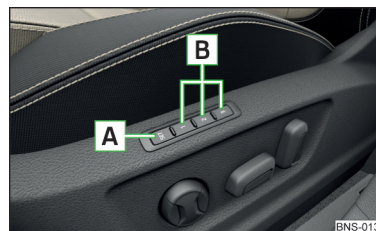

Fig. 85
Pe butoanele de memorare **B** de la scaunul șoferului, resp. scaunul pasagerului față se poate memora reglajul scaunului șoferului și poziția oglinzilor retrovizoare exterioare » fig. 85.
- ▶ Apăsăți butonul SET **A** » fig. 85 și apoi apăsați în decurs de 10 s simultan butonul de memorare dorit **B**. Memorarea este confirmată printr-un semnal acustic.
- ▶ Cuplați contactul și apăsați butonul de memorare dorit **B** » fig. 85.